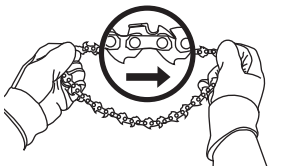

Fig. 9
5. Enlace la cadena de la sierra sobre el piñón de mando con los bordes cortantes de la cadena apuntando en la dirección de rotación (Fig. 9).